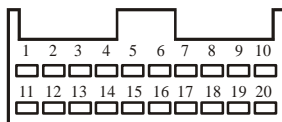

Рис. 32. Колодка иммобилизатора АПС-4, АПС-6.
- у автомобилей ВАЗ, оборудованных иммобилизаторами типа АПС-4 и АПС-6 в цепи К-Line между ЭБУ и колодкой диагностики включена колодка иммобилизатора. Проверьте наличие иммобилизатора. Если иммобилизатор отсутствует, проверьте наличие электрической перемычки между контактами 9 и 18 колодки иммобилизатора (Рис. 32);